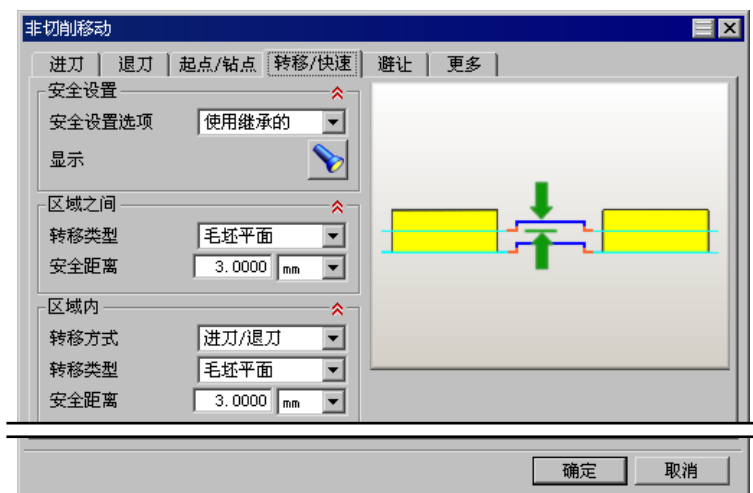

图 1.22 “转移/快速”选项卡
Step3. 单击“非切削移动”对话框中的 **转移/快速** 选项卡，其参数设置如图 1.22 所示，单击 **确定** 按钮，完成非切削移动参数的设置。